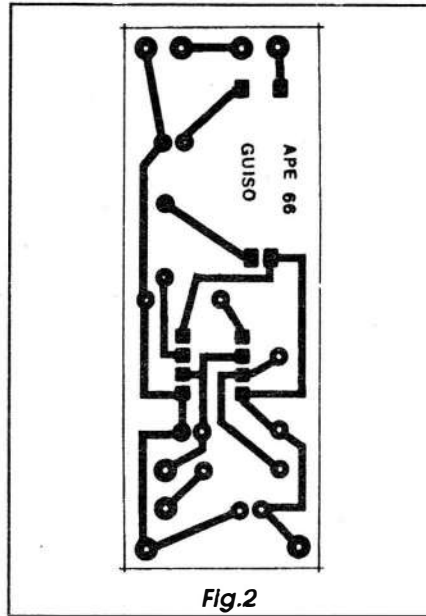

Fig.2
- FIG. 2 - LAY OUT DO CIRCUITO IMPRESSO ESPECÍFICO - Devido à presença de um verdadeiro acoplador óptico sobre a placa (improvisado com o LED e o LDR, confrontando respectivamente sua *cabeça* luminosa e sua face sensora...), esta teve que ficar um pouco alongada, mas, ainda assim, compacta em suas dimensões finais... De qualquer modo, o *layout* é simples, como mostra o diagrama das áreas cobreadas (em **preto**), cujo desenho está em tamanho natural (escala 1:1), podendo ser diretamente *carbonado* para servir de base à traçagem... Recomenda-se o uso de decalques na traçagem, para melhor acabamento e para um resultado elétrica e esteticamente profissional... Os métodos de confecção, acabamento e preparação do impresso já foram exaustivamente explicados (inclusive com detalhes, em antigas edições de **APE** e de **ABC**...) devendo o leitor/hobbysta procurar tais subsídios *na fonte* (ou, se estiver *chegando agora à turma*, providenciar a rápida aquisição dos exemplares anteriores da Revista, compondo a sua Coleção, autêntica e imprescindível fonte de consultas permanentes...). De qualquer modo, as únicas recomendações nessa fase da realização do **GUISO** são: muita atenção e... consultar as **INSTRUÇÕES GERAIS PARA AS MONTAGENS** (seção permanente de **APE**, justamente para auxílio dos eventuais começantes...).